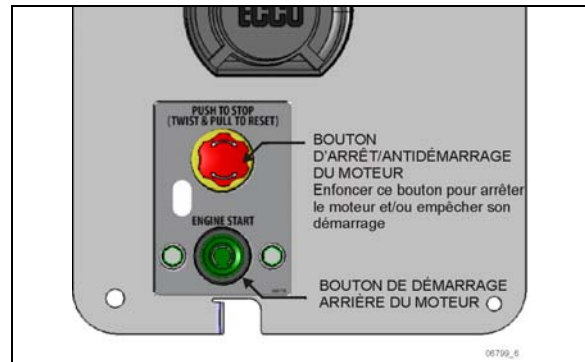

FIGURE 5: PANNEAU DE DÉMARRAGE ARRIÈRE
3. Sur le panneau de démarrage arrière (FIGURE 5) situé dans le compartiment du moteur, appuyer sur le **bouton**